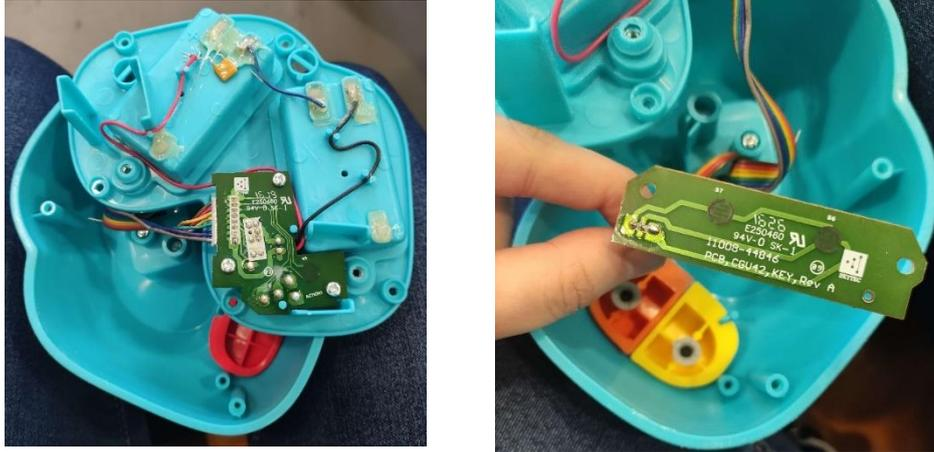

Figura 2 - brinquedo desmontado
- Para abrir o brinquedo basta retirar os 5 parafusos que se situam na base dos pés dos brinquedos. Quando abrimos o brinquedo podemos observar 2 placas de circuito com 3 botões pressionáveis e um botão manual de On/off . As placas estão aparafusadas com mais 5 parafusos. Na figura 2 podemos observar as principais componentes do brinquedo